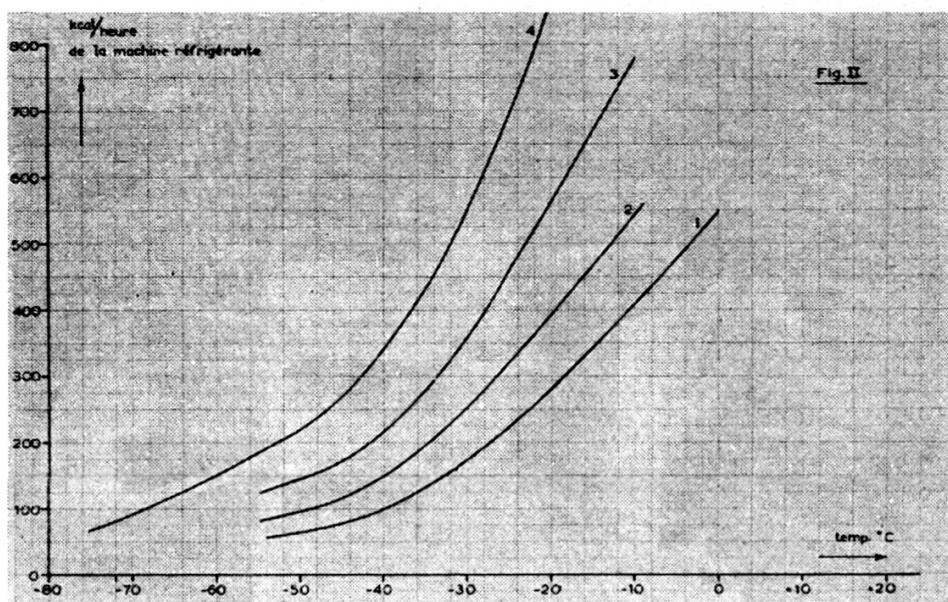

Fig. 2.
- F) La section de mesure doit satisfaire à ces exigences que les pertes thermiques soient petites pour obtenir une température très basse (voir fig. 2).
- G) La machine réfrigérante. Le choix de la machine dépend des pertes thermiques et de la température la plus basse qu'on veut obtenir (voir fig. 2) (quatre types 1 jusqu'au 4).